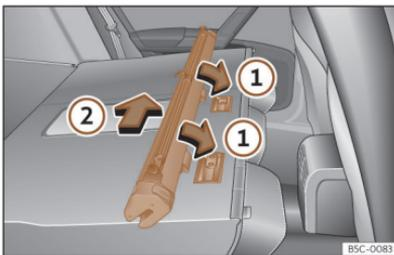

Abb. 183 Einbau des Trennnetzes an den Rücksitzlehnen
- Ordnen Sie die Schale des Netzes in der Unterseite der Stützschielen in Pfeilrichtung an >>> **(Abb. 183)** ①.
- Drücken Sie die Schale nach links vom Fahrzeug in Pfeilrichtung >>> **(Abb. 183)** ② und bis zum Anschlag.
- Ziehen Sie am Gehäuse des Netzes ca. 5 cm gegen die Pfeilrichtung >>> **(Abb. 183)** ②.
- Nehmen Sie den Einsatz des Trennnetzes aus den Halteschielen, indem Sie entgegen der Pfeilrichtung ziehen >>> **(Abb. 183)** ①.